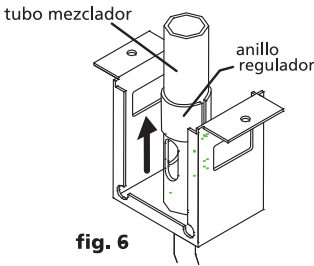

fig. 6
- a) Si en su quemador no está incorporado el tubo mezclador. Para su regulación retire las parrillas superiores, los quemadores y la cubierta; luego deslice el anillo regulador hacia arriba de modo que aumente la entrada de aire. (fig. 6)